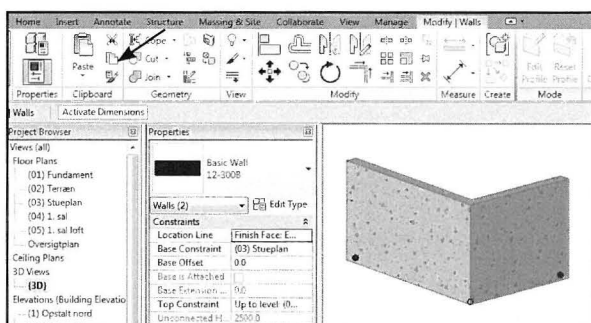

Fig. 06.04. Marker væggen og klik *Copy to Clipboard*.
- Klik på *Copy to Clipboard* (Fig. 06.04). eller Ctrl C.